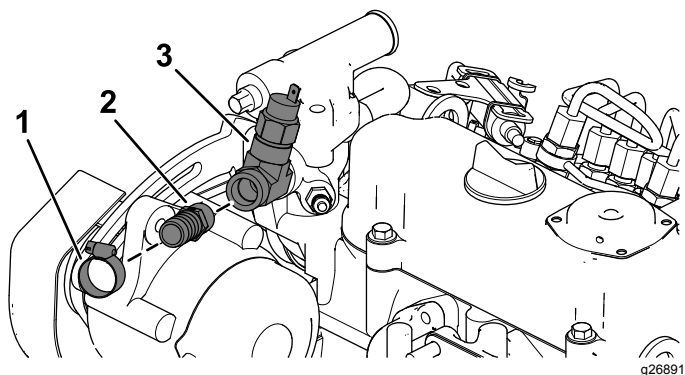

Figura 16
- D. Instale o tubo ($\frac{3}{8}$ pol.) e a união adaptadora ($\frac{5}{8}$ pol.) com braçadeiras de cabos (Figura 16).